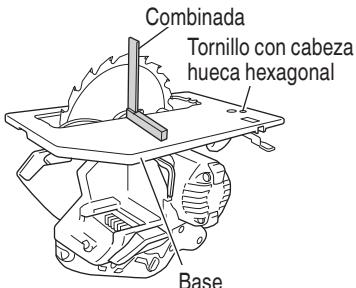

Fig. 34
### 6. Ajuste de la base y la hoja de sierra para mantener la perpendicularidad (Fig. 34)
- (1) Gire la cara de la base hacia arriba (Fig. 34), y afloje la palanca (A).
- (2) Aplique una escuadra a la base y la cuchilla de la sierra y, girando el tornillo con cabeza hexagonal con una llave de barra hexagonal de 3 mm, desplace la posición de la base hasta conseguir el ángulo recto deseado.